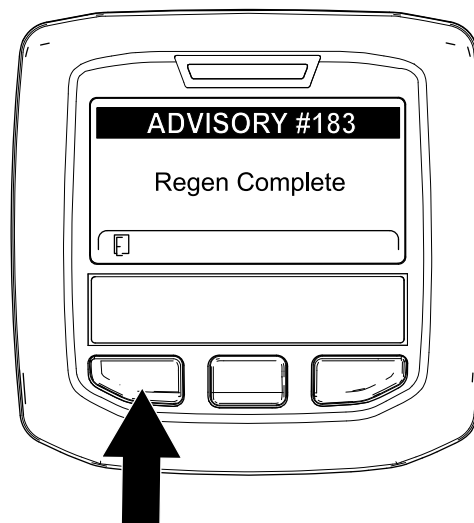

Figure 86
9. Quand le calculateur moteur achève une régénération en stationnement ou d'urgence, l'InfoCenter affiche ADVISORY #183 (avis n° 183) (Figure 86). Appuyez sur le bouton gauche pour quitter l'écran d'accueil.